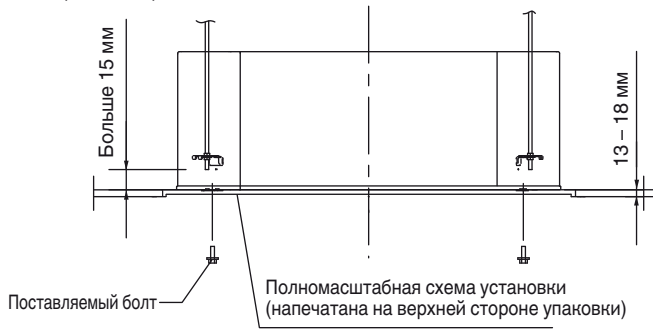

Рис. 3-4
- При установке блока внутри потолка определите шаг подвесных болтов с помощью прилагаемой полномасштабной схемы установки. (Рис. 3-4)
- Длина подвесных болтов должна соответствовать расстоянию между нижней частью болта и нижней частью блока, которое составляет более 15 мм. (Рис. 3-4)